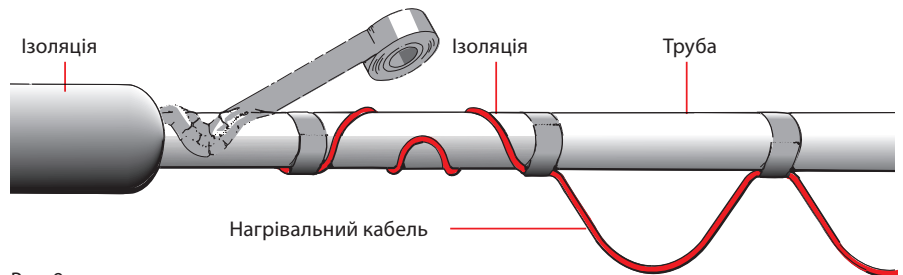

Рис. 9
2. Кабель кріпиться на трубі хвилеподібно або по спіралі, див. Рис. 9.